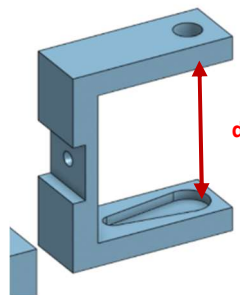

Figure 5
- Je me suis rendu compte que la largeur des « U » (*Figure 5*) était trop petit ce qui déformait les pièces. Je donc ajusté le modèle.